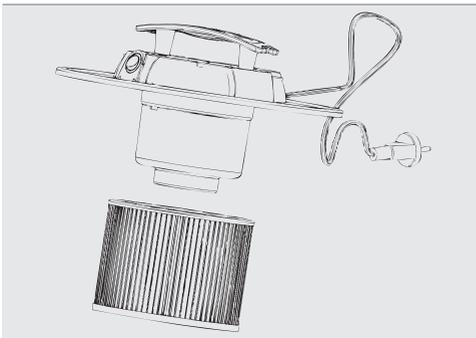

Abb.4a: Faltenfilter einsetzen
1. Nehmen Sie den Behälterdeckel ab und vergewissern Sie sich, dass der Faltenfilter korrekt und fest eingesetzt ist (siehe Abb. 4a).